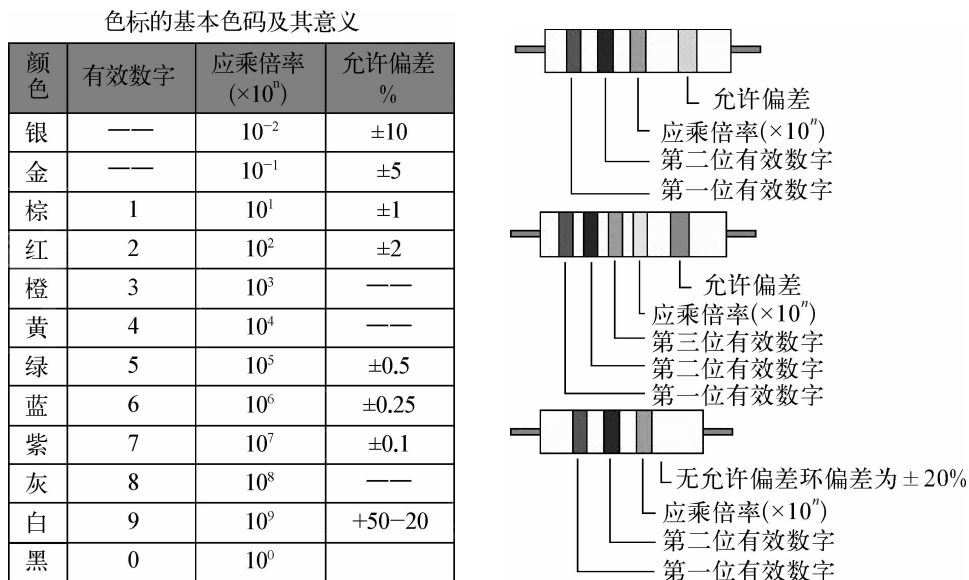

图 1-1-14 色环电阻色标含义及标识法
① 直标法：直接在电阻器表面用数字标出的电阻值及允许误差，如 47 kΩ、10%。
② 文字符号法：在电阻器表面用文字符号表示电阻阻值，整数部分写在阻值单位标志符号的前面，阻值的小数部分写在阻值单位标志的后面。如 1k6 表示阻值为 1.6 kΩ，3M3 表示 3.3 MΩ。
③ 色标法：是指在电阻器表面上用不同色环表示电阻器的标称阻值和允许偏差的一种方法。具体规定如图 1-1-14 所示。